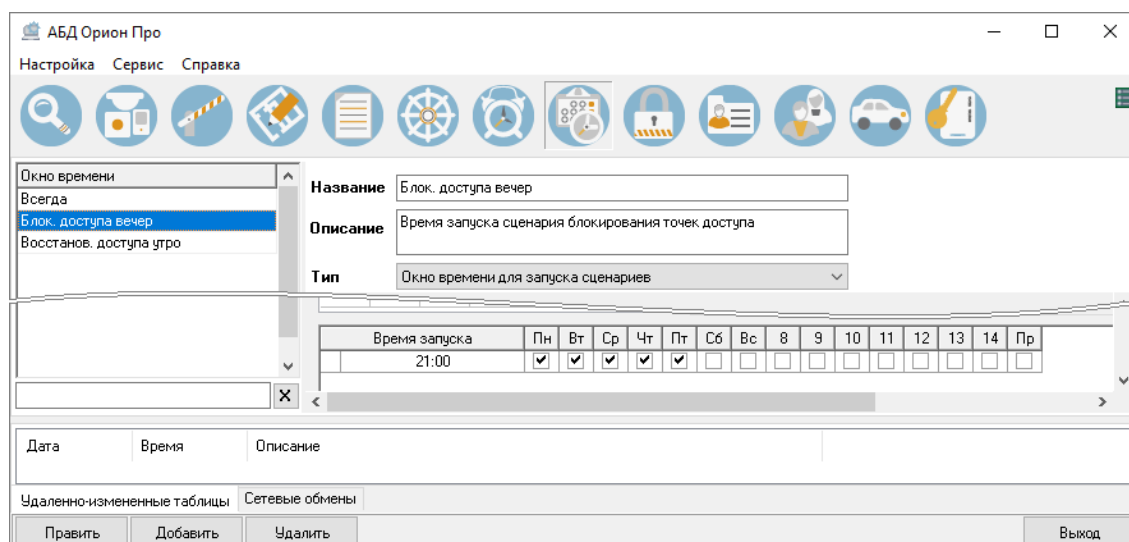

Рисунок 6-614 Окно времени для сценария блокирования доступа
- для сценария блокирования доступа – время, когда должен быть заблокирован доступ (см. Рисунок 6-614);